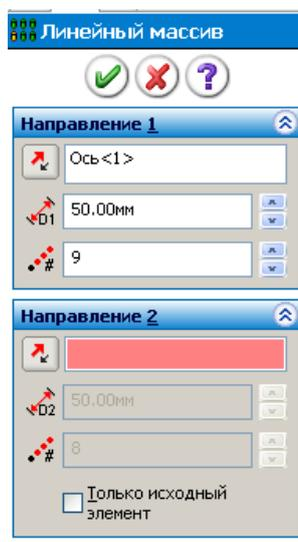

Рис.3.4. Вікно менеджера властивостей *Лінійний масив*
**Лінійний масив.** На рис. 3.4 представлена панель Менеджера властивостей при виконанні операції "Лінійний масив".